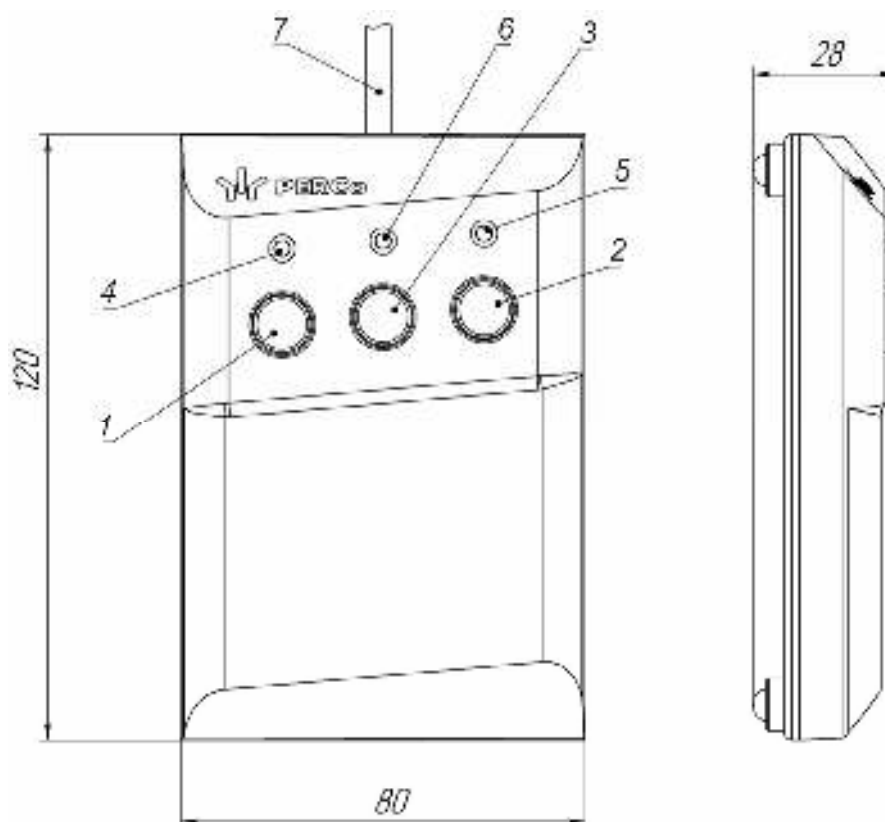
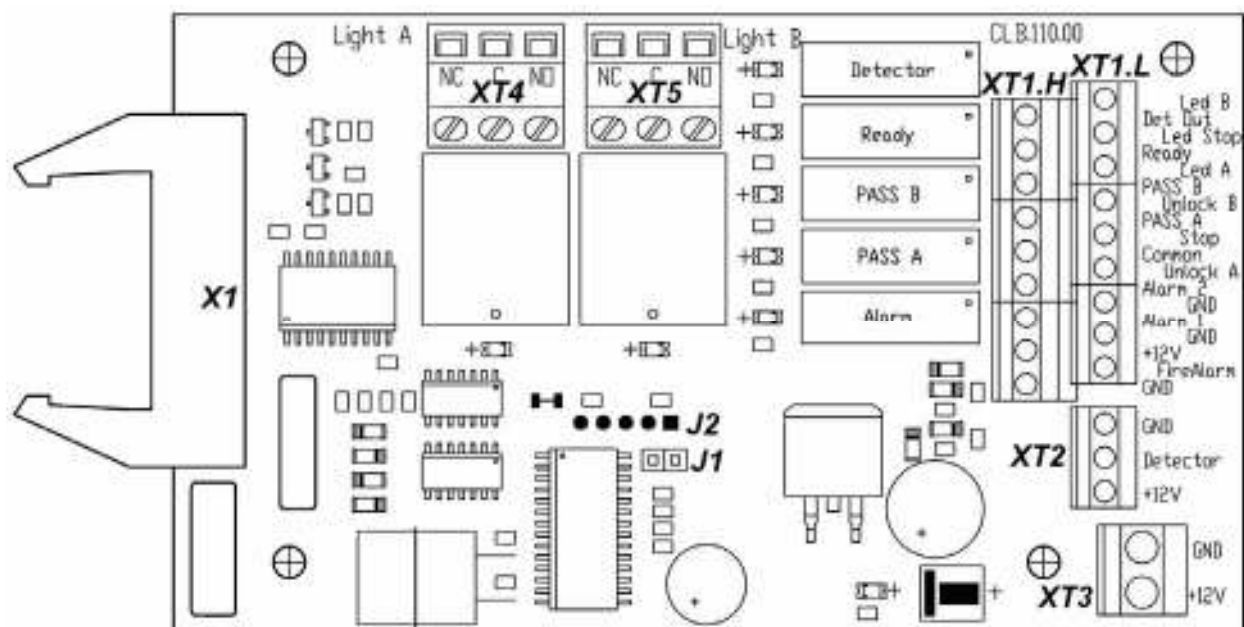
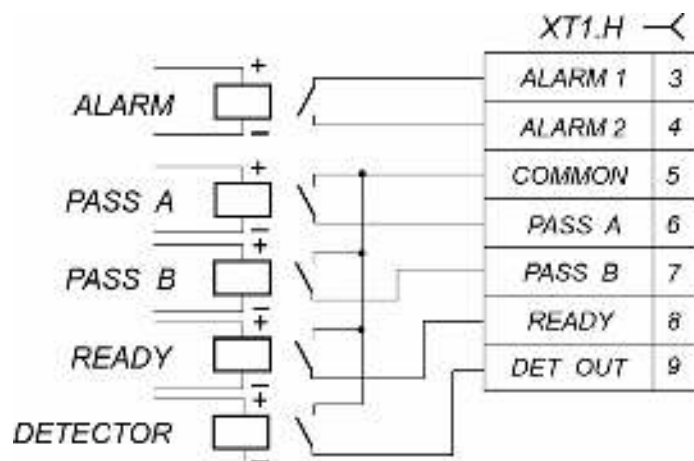
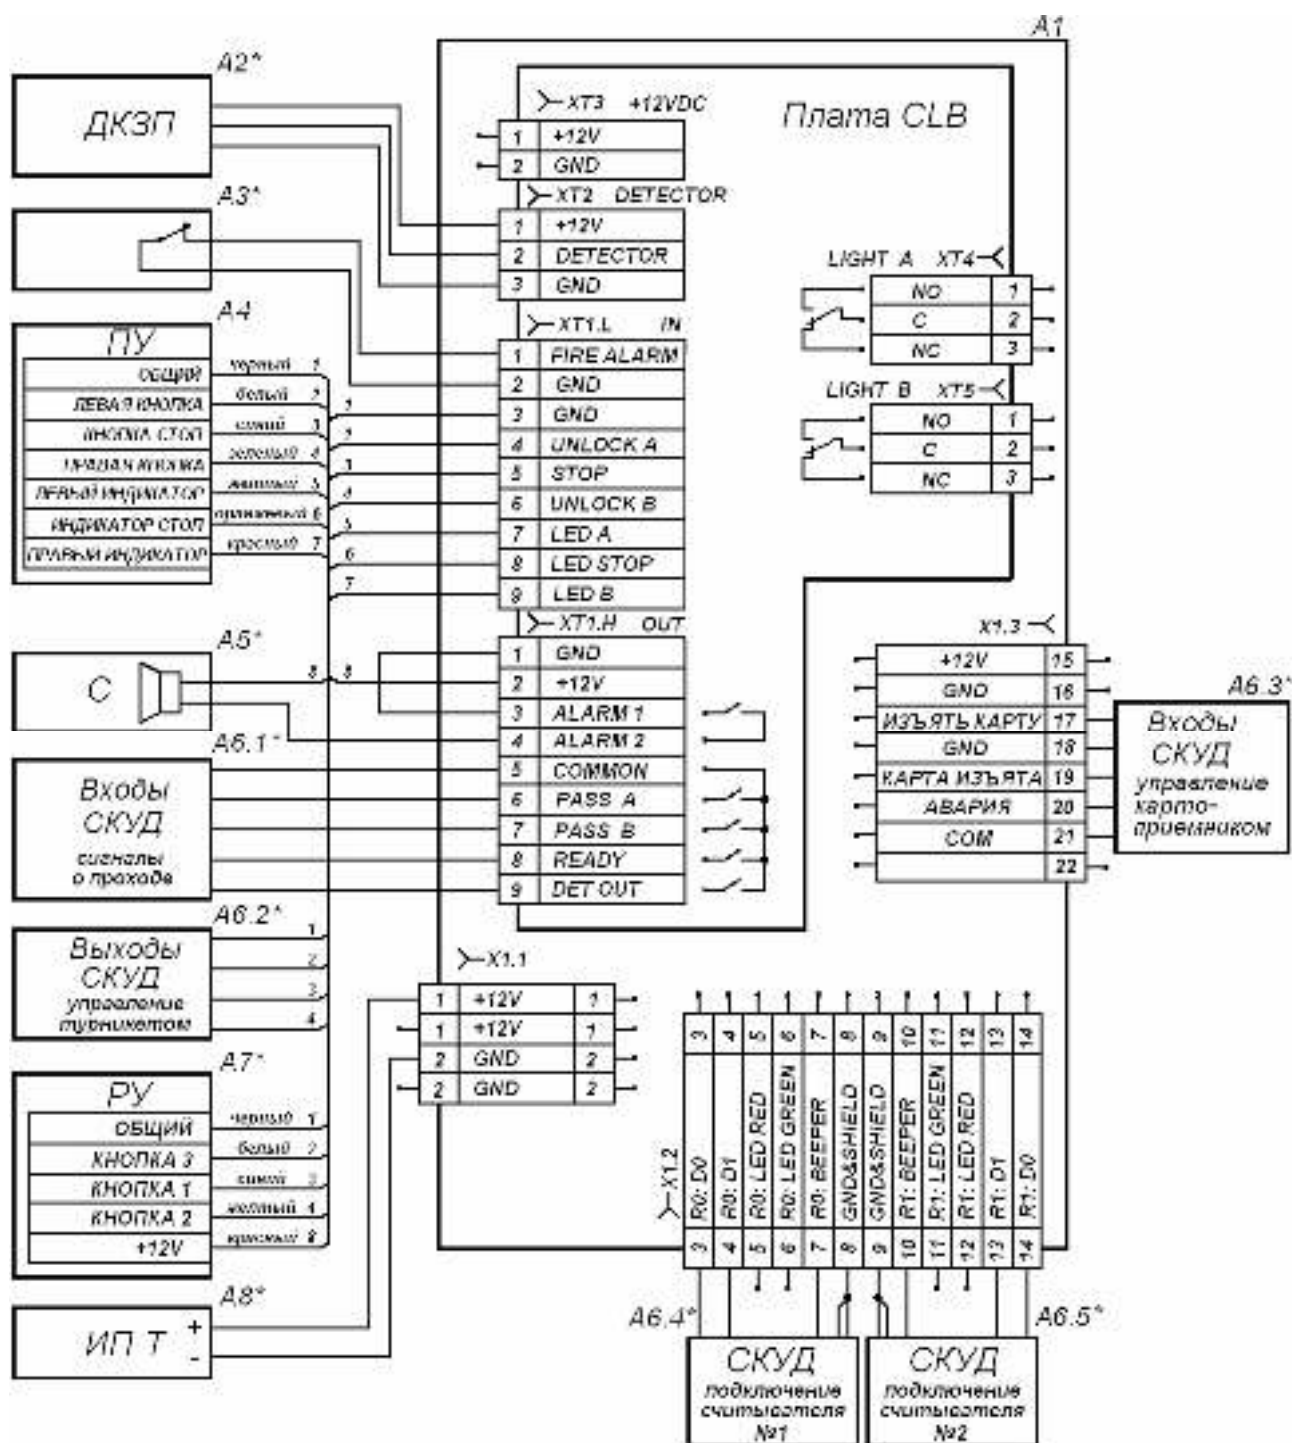

Рисунок 4 Общий вид и габаритные размеры ПДУ
Рисунок 5 Внешний вид платы управления
Рисунок 8 Выходные каскады для *PASS A*, *PASS B*, *Ready*, *Det Out* и *Alarm*
Рисунок 11 Схема подключения турникета и дополнительного оборудования¹
5.2.3 ПДУ выполнен в виде небольшого настольного прибора в корпусе из ударопрочного АБС-пластика и предназначен для задания и индикации режимов работы при ручном управлении турникетом. ПДУ подключается к плате управления гибким многожильным кабелем (17) через клеммную колодку **XT1.L** (см. рис.5). Общий вид ПДУ показан на рис. 4.
На лицевой панели ПДУ расположены три кнопки для задания режимов работы турникета. Над кнопками расположены световые индикаторы. В корпусе ПДУ установлен зуммер для звуковой индикации. Средняя кнопка **STOP** предназначена для переключения турникета в режим «*Запрет прохода*». Левая и правая кнопки **LEFT**, **RIGHT** предназначены для разблокировки турникета в выбранном направлении. Изменить ориентацию ПДУ относительно установки стойки турникета (если на месте установки стойка обращена к оператору не лицевой, а тыльной стороной) можно, поменяв местами провода от ПДУ, подключаемые на контакты *Unlock A* и *Unlock B* а также *Led A* и *Led B* соответственно (см. рис. 5 и рис. 11).
5.2.4 Внутри стойки расположен кронштейн с установленной платой управления (см. рис. 5) и клеммами для подключения внешних устройств. К плате подключаются ПДУ, выходы СКУД, устройство РУ, ДКЗП, устройство для подачи команды аварийной разблокировки турникета *Fire Alarm* (далее – *устройство Fire Alarm*). На клеммы подключения внешних устройств выведены линии подключения источника питания, линии управления механизмом картоприемника, линии сигналов считывателей. Подключение внешних устройств производится в соответствии со схемой подключения турникета и дополнительного оборудования (см. рис. 11). Схема электрических соединений внутри турникета приведена на рис. 12.
5.3.7 Обозначения установленных на плате управления клеммных колодок и назначение их контактов показаны на рис. 5 и на наклейке, аналогичной рис. 5, расположенной на внутренней поверхности крышки турникета.
5.4.3 Реле *PASS A* (контакты *PASS A* и *Common*), *PASS B* (контакты *PASS B* и *Common*), *Ready* (контакты *Ready* и *Common*), *Detector* (контакты *Det Out* и *Common*) и *Alarm* (контакты *Alarm 1* и *Alarm 2*) имеют нормально-разомкнутые контакты. При этом общий для этих реле контакт *Common* не соединен с минусом источника питания турникета. В исходном (неактивном) состоянии при включенном питании контакты реле *PASS A*, *PASS B*, *Ready* и *Detector* замкнуты (на обмотку реле подано напряжение), а контакты реле *Alarm* разомкнуты (напряжение на обмотку реле не подано). Факт срабатывания/отпускания реле *PASS A*, *PASS B*, *Ready*, *Detector* и *Alarm* можно определить по загоранию/гашению красных индикаторов, которые установлены вблизи указанных реле (см. рис. 5). Выходные каскады для *PASS A*, *PASS B*, *Ready*, *Det Out* и *Alarm* – контакты реле (см. рис. 8) со следующими характеристиками сигналов:
5.5.2 Режим управления определяется наличием перемычки на разъеме **J1** (расположение разъема **J1** показано на рис. 5 и на наклейке, расположенной на внутренней поверхности крышки):
5.9.2 Подключение ДКЗП прохода производится к клеммной колодке **XT2**, а сирены – к клеммной колодке **XT1.H** платы управления согласно схеме электрических соединений (см. рис. 11 и рис. 5). ДКЗП должен иметь нормально-замкнутые контакты. Если ДКЗП не подключен, то рекомендуется установить перемычку между контактами *Detector* и *GND* клеммной колодки **XT2**.
На контакты *Det Out* и *Common* клеммной колодки **XT1.H** платы управления (см. рис. 5) всегда транслируется сигнал о текущем состоянии ДКЗП.
5.9.3 Подключение устройства, подающего команду аварийной разблокировки, производится к клеммной колодке **XT1.L** платы управления согласно схеме электрических соединений (см. рис. 11 и рис. 5). Если вход *Fire Alarm* не используется, то необходимо установить перемычку между контактами *Fire Alarm* и *GND*. При поставке данная перемычка установлена.
5.11.1 Управление механизмом картоприемника осуществляет СКУД подачей сигнала на вход *Изъять карту* платы управления картоприемником (контакт 17 клеммной колодки **X1.3**, см. рис. 11). Картоприемник формирует сигнал *Карта изъята* (контакт 19 клеммной колодки **X1.3**) и в определенных случаях – сигнал *Авария* (контакт 20 клеммной колодки **X1.3**).
- 6 Снимите крышку турникета (3), открыв ключом замок согласно инструкции приведенной в разд. 6 «Маркировка и упаковка».
- 7 Подключите кабель питания (18) к клеммной колодке **X1.1** (см. рис. 11). Подключите кабель ПДУ (17) к клеммной колодке **XT1.L** на плате управления (см. рис. 5). Подключите при необходимости кабели от других устройств к соответствующим клеммным колодкам платы управления (см. рис. 5 и рис. 11).
- 9 После подключения всех кабелей и закрепления стойки на полу установите на место крышку (3) (см. разд. 6). Для установки в рабочее положение преграждающих планок снимите с поворотного механизма крышку (6), отвернув винт M4×25. Отверните болт M8×30, установленный на преграждающей планке (5). Установите преграждающую планку в соответствующее посадочное место и зафиксируйте болтом. Под головку болта установите пружинную шайбу. Затяжка болтов должна обеспечивать надежную фиксацию преграждающей планки (без люфта).
- 11 Установите в рабочее положение крышку (6), закрепив ее винтом.
Подключение контроллера к плате управления турникета производится в соответствии с рис. 11.
Передача данных от считывателей осуществляется по интерфейсу *Wiegand*. Подключение считывателей к контроллеру СКУД необходимо производить экранированным кабелем в соответствии с рис. 11.